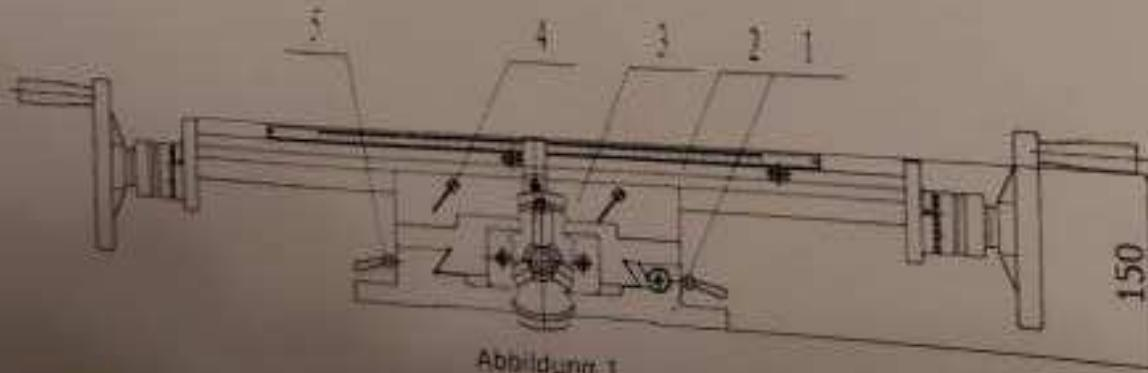

Abbildung 1
- Sie können die horizontale bzw. vertikale Lage des Tisches sichern, indem Sie die vorne bzw. seitlich (siehe Abbildung 1) 4 Klemmschrauben (1+4/5) fest anziehen. Die Schrauben befinden sich auf dem